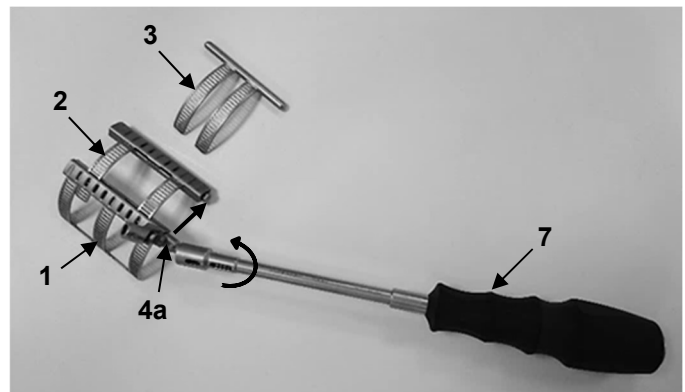

Abb. 17
2. Anschließend das primäre Element (2) von dem Basiselement (1) mithilfe des Kardan Schraubendrehers LMT-4 (7) entfernen. Hierfür die Außensechskantschraube an dem Kastenmodul des Basiselements (4a) mithilfe des Kardan Schraubendrehers LMT-4 (7) im Uhrzeigersinn drehen, bis es sich abnehmen lässt (Abb. 17).